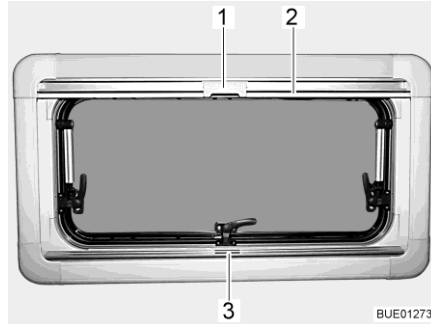

Bild 118 Ausstellfenster
- Faltverdunklung in der Mitte der Griffleiste (Bild 118,3) fassen, von unten nach oben ziehen und auf der gewünschten Höhe loslassen. Die Faltverdunklung bleibt in dieser Höhe stehen.
- Insektenschutzrollo an der Griffleiste (Bild 118,2) nach unten ziehen, bis es an der Griffleiste der Faltverdunklung (Bild 118,3) anstößt.
- Raste (Bild 118,1) am Insektenschutzrollo mit der Griffleiste der Faltverdunklung verriegeln.
- Raste (Bild 118,1) am Insektenschutzrollo oben nach hinten drücken.
- Insektenschutzrollo an der Griffleiste (Bild 118,2) langsam zurückführen.